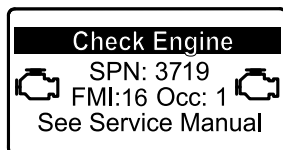

Figura 45
- Si es necesario realizar la regeneración con la máquina aparcada, el InfoCenter muestra la advertencia del motor SPN 3719, FMI 16 (Figura 45) y el ordenador del motor reduce la potencia del motor al 85%.